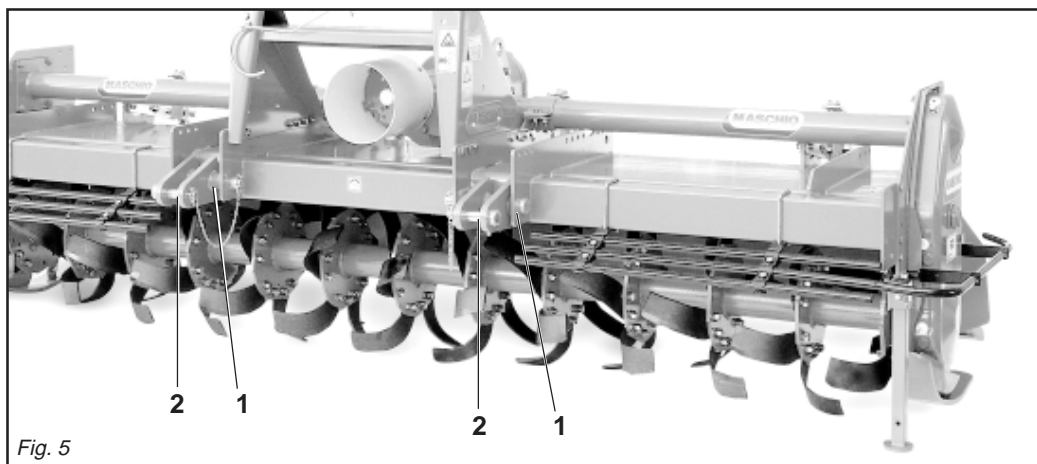

Fig. 5
In base alle dimensioni specifiche di questi 2 tipi di attacchi dei trattori è necessario determinare la posizione più favorevole della macchina spostando opportunamente sul tubo quadro le piastre (1 Fig. 5) e inserendo i perni (2 Fig. 5) nei fori corrispondenti al giusto diametro delle parallele del trattore.
Le piastre (1 Fig. 5) vanno montate sempre e solo come mostrato in Fig. 5 con i fori posizionati anteriormente al tubo quadro.
Depending on the precise dimensions of these two types of hitches, find the best position for the machine by moving the plates (1 Fig. 5) along the square tubular and inserting the pin (2 Fig. 5) in the holes corresponding to the correct diameter for the tractor's parallel arms.
The plates (1 fig. 5) must always and only be mounted as shown in Fig. 5 with the holes towards the front of the square tubular.
Aufgrund der spezifischen Abmessungen dieser beiden Schlepperanschlüsse kann man die günstigste Position der Maschine festlegen, indem man die Platten (1 Abb. 5) auf dem Vierkantrohr verschiebt und die Bolzen (2 Abb. 5) in die entsprechenden Bohrungen mit dem richtigen Durchmesser auf dem Schleppergestänge einsteckt.
Die Platten (1 Abb. 5) dürfen nur und ausschließlich so montiert werden, wie es in Abb. 5 gezeigt ist, nämlich mit den Bohrungen, die vor dem Vierkantrohr angeordnet sind. Der Hersteller haftet nicht für die Beschädigung der Maschine oder des Schleppers infolge der Nichtbeachtung dieser Angabe.
En fonction des dimensions spécifiques de ces deux types d'attelages des tracteurs il faut déterminer la position la plus favorable de la machine en déplaçant, sur le tube carré, les plaques (1 Fig. 5) et introduire les axes (2 Fig. 5) dans les trous correspondant au bon diamètre des parallèles du tracteur.
Les plaques (1 Fig. 5) doivent obligatoirement être montées comme illustré dans la Fig. 5 en utilisant les trous placés à l'avant du tube carré.
En relación a las dimensiones específicas de estos dos tipos de enganche de los tractores hace falta determinar la posición más favorable de la máquina desplazando oportunamente en el tubo cuadrado las placas (1 Fig. 5) e introduciendo los pernos (2 Fig. 5) en los orificios correspondientes al correcto diámetro de las paralelas del tractor.
Las placas (1 Fig. 5) deben ser montadas siempre y solamente según lo indicado en la Fig. 5 con los orificios posicionados delante del tubo cuadrado. La firma constructora no es responsable de rupturas en la máquina o en el tractor originadas por falta de respeto de esta indicación.
- 1 - Accostare le parallele del sollevatore ponendole all'interno delle piastre (1 Fig. 5), inserire il perno (2 Fig. 5) nel foro predisposto e bloccare con le copiglie a scatto.
- 1- *Near the lift bars, setting them in the most suitable plates (1 Fig. 5). Insert the pin (2 Fig. 5) into the relative hole and lock in place with the snap-in split pins.*
- 1- Die Lenker des Krafthebers annähern und in die am besten geeigneten Platten schieben (1 Abb. 5). Den Bolzen (2 Abb. 5) in das Loch stecken und mit dem einrastenden Splint blockieren.
- 1- *Approchez les barres du relevage en les plaçant à l'intérieur des plaques les plus appropriées (1 Fig.5), introduisez l'axe (2 Fig. 5) dans le trou correspondant et bloquez par les goupilles à encastrement.*
- 1- Acercar las barras del elevador poniéndolas dentro de las placas más indicadas (1 Fig. 5), introducir el perno (2 Fig. 5) en el orificio y bloquear con los pasadores de resorte.